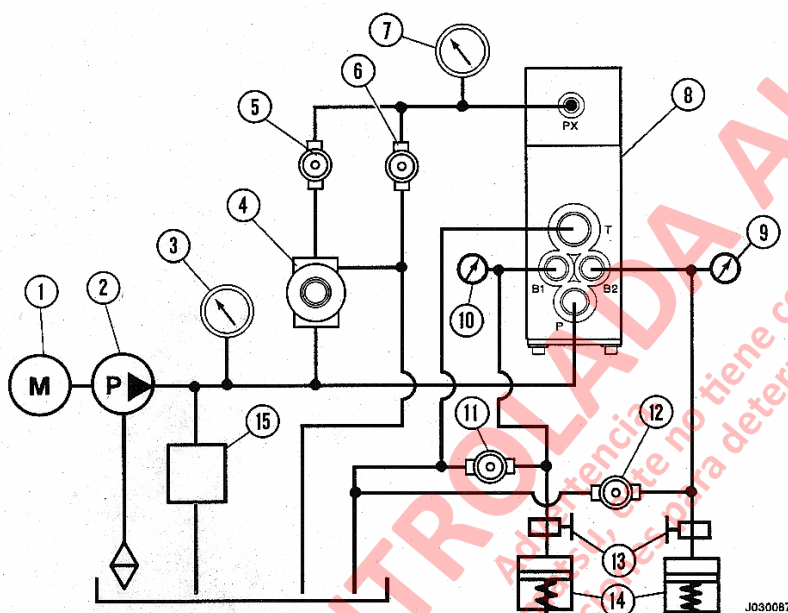

FIGURA 3-12. PREPARACION DE LA PRUEBA DE BANCO DE LA VALVULA DE RELE DUAL
- Indicadores de presión (4) 0 a 3000 psi (20.680 kPa).
- Soporte de prueba hidráulica. Consulte la Figura 3-12.
1. Coloque la válvula en el soporte de prueba como se muestra en la Figura 3-12.
5. Asegure las lumbreras de salida regulada "B1" y "B2" a las líneas de prueba. Los aparatos de monitoreo de presión en estas dos líneas deben ser capaces de controlar 3000 psi (20.680 kPa). Conecte todas las lumbreras. Estas conexiones deben estar de acuerdo al diagrama que aparece en la Figura 3-12. Se deben usar y conectar todas las lumbreras.